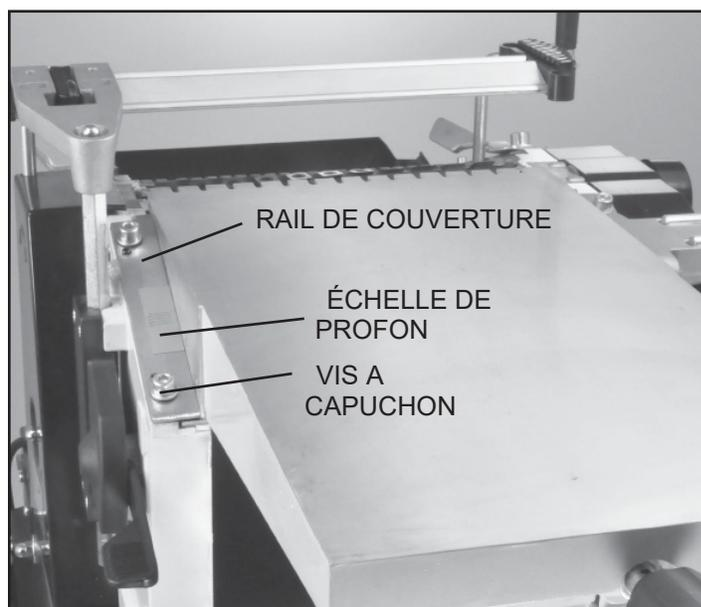

FIG. 9
5. Installez la table d'alimentation en la positionnant sous les rails de couverture de table et enroulez la profondeur de la barre coupée jusqu'à ce que la ligne supérieure la plus haute sur l'échelle de profondeur soit enregistrée. FIG. 15. Réajuster et sécuriser les rails de couverture de table, FIG. 9.